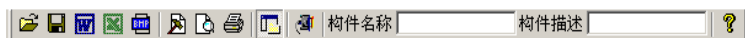

图 4.9 工具栏
- **工具栏：**由一系列按钮组成（如图 4.9 所示），每个按钮可以实现一个常用功能，虽然菜单命令中已经包含了这些命令，但是对于这些常用命令来说，通过工具栏按钮来实现要方便的多。